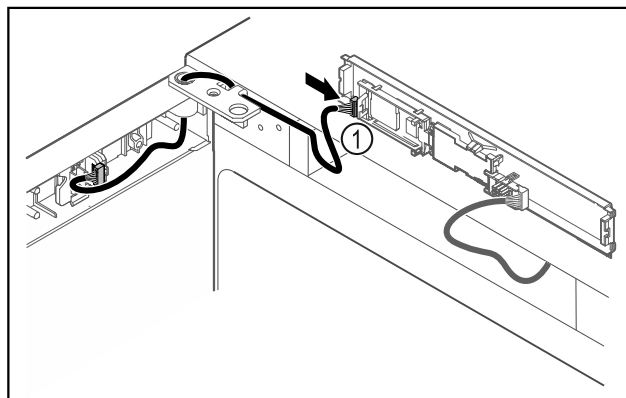

Fig. 43
- ▷ Sett pluggen Fig. 43 (1) inn i kretskortet.